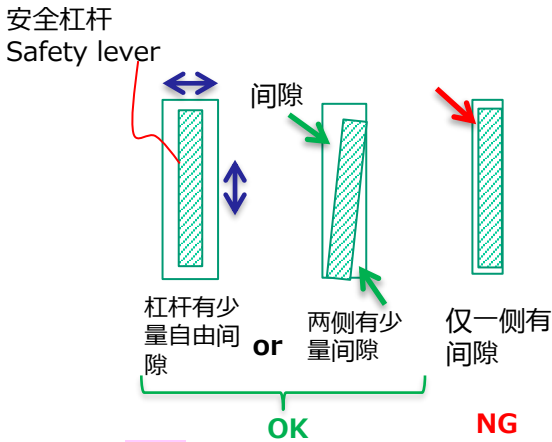

Fig. B-1 长方形孔内的安全杠杆
- ① 推板的导向螺栓无变形。螺栓必须保持垂直。
- ② 作为推板啮合点的安全杆无变形。
- ③ 导向支架上的安全杆无变形，且安全滚轮能够转动。
- ④ 确认安全杆在推板长方形孔中的状态（参见图 B-1）
参见图 B-1。